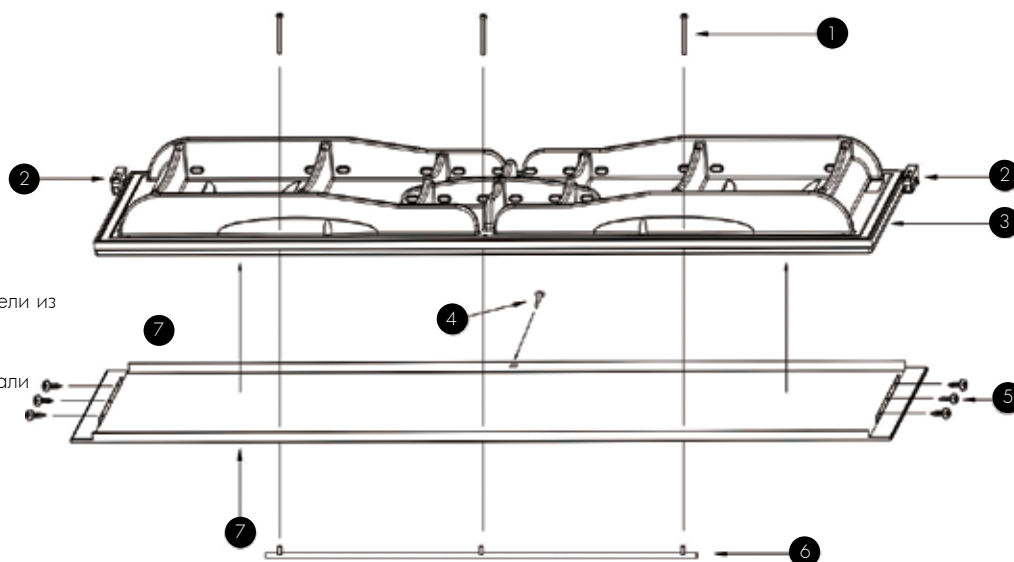

Рис. 4
Дверная панель из нержавеющей стали (см. рис. 4)
1. Петли. Выверните винты для верхней и нижней петель (поз. 2 на рис. 4). Затем закрепите петли на двери. Не забывайте про разницу между правой и левой петлей!